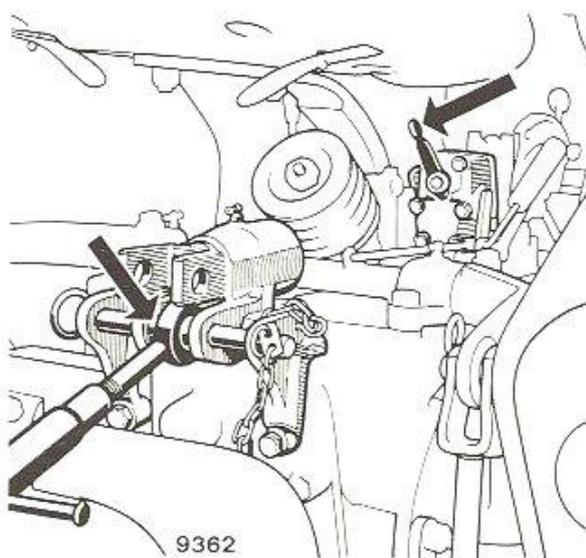

Fig. 15
En position contrôlée: manette de sélection à gauche et bras de porte-outils broché à l'attache inférieure du support (voir la fig. 15).
- Dans le fonctionnement en position contrôlée, débrocher la fixation supérieure du support afin d'éviter des interférences (fig. 15).